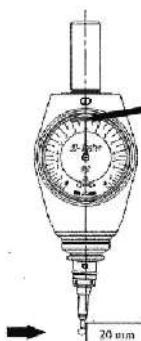

Рис. 6
- Сдвиньте КМД с первой стороны, пока указатель не укажет на «0» (рис. 6).